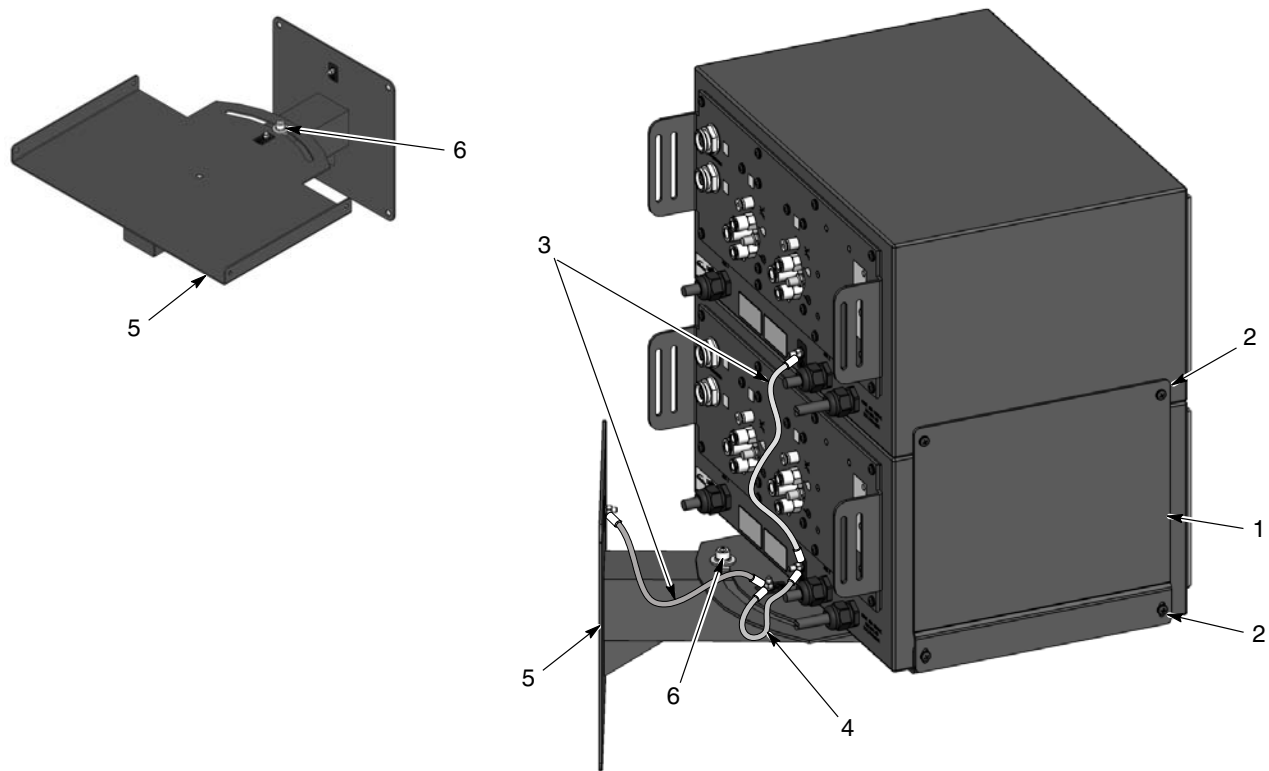

Abb. 3-3 Montage einer Doppelpistolensteuerung mit optionaler Wandmontagehalterung
1. Siehe Abbildung 3-3. Die Wandmontagehalterung (5) an einer senkrechten Fläche installieren, die das Gewicht der Steuerung(en) und der Montagehalterung tragen kann. Geeignete Befestigungselemente verwenden.
3. Wenn nur eine Steuerung installiert wird, diese mit vier M5 x 12 Flachkopfschrauben (2) an den Halterungsflanschen befestigen.
4. Wenn zwei Steuerungen installiert werden, mit vier M5 x 12 Flachkopfschrauben (2) die Langlochenden der Stapelhalterungen (1) und die Steuerung am Träger installieren. Die Schrauben nicht fest anziehen.
6. Mit einem 12 Zoll Erdungsleiter (3) die obere Steuerung an der unteren erden. Mit einem 4 Zoll Erdungsleiter (4) die untere Steuerung am Träger der Wandhalterung erden. Mit dem anderen 12 Zoll Erdungsleiter den Träger an der Halterungsplatte anschließen.
7. Die Trägerschwenkschraube (6) lösen, um den Träger in die gewünschte Position zu drehen, dann die Schraube festziehen.